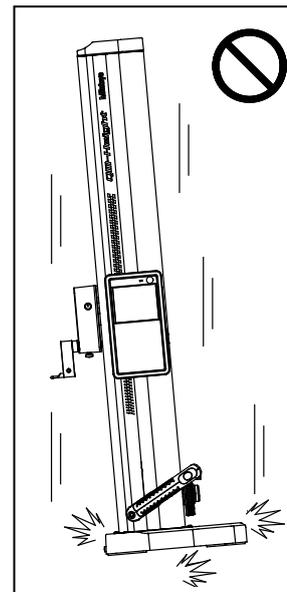

Abb. 4
- Das Messgerät darf keiner übermäßigen Kraft oder Stoßeinwirkung ausgesetzt werden. Es darf nicht demontiert werden, lediglich das Batteriefach darf zum Austauschen der Batterien entfernt werden (Abb. 4).